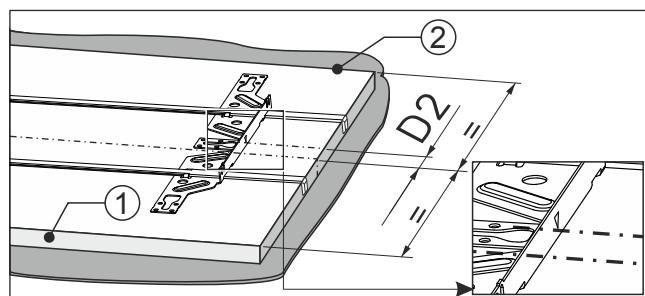

Fig. 97
- Le repère de la traverse de fixation repose sur le marquage Fig. 97 (D2).